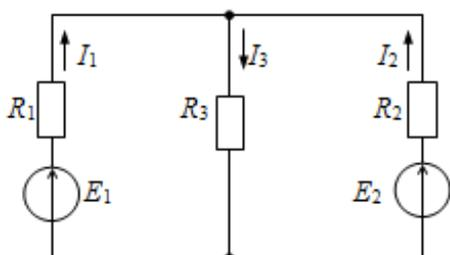

Рис. 1
**Пример.** Задана схема (рис.1) цепи и параметры ее элементов:  $E_1 = 12$  В;  $E_2 = 9$  В;  $R_1 = R_2 = R_3 = 2$  Ом. Требуется определить токи в ветвях схемы методом наложения.